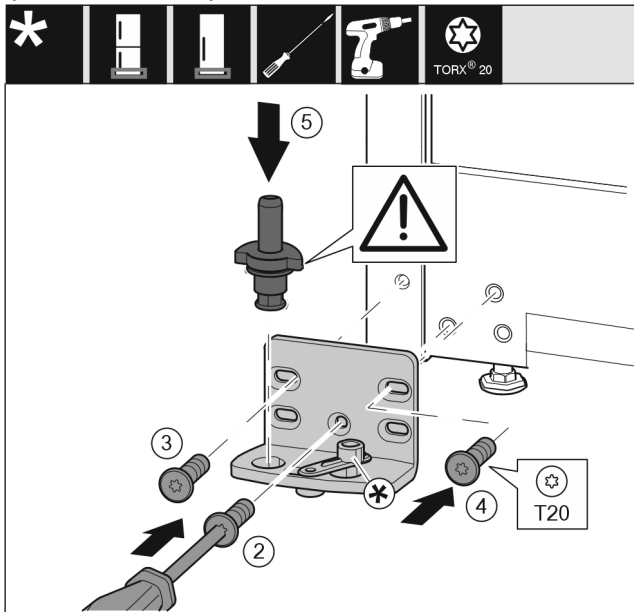

Fig. 17
- Vendosni bazamentin mbështetës në anën tjetër dhe mbërthejeni me ndihmën e një kaçavide. Filloni me vidën Fig. 17 (2) poshtë në mes.
- Mbërtheni fort vidën Fig. 17 (3) dhe vidën Fig. 17 (4).
- Vendosni komplet në vend bulonin e rrotullimit Fig. 17 (5). Këtu bëni kujdes që gunga ndaluese të jetë e kthyer nga poshtë.